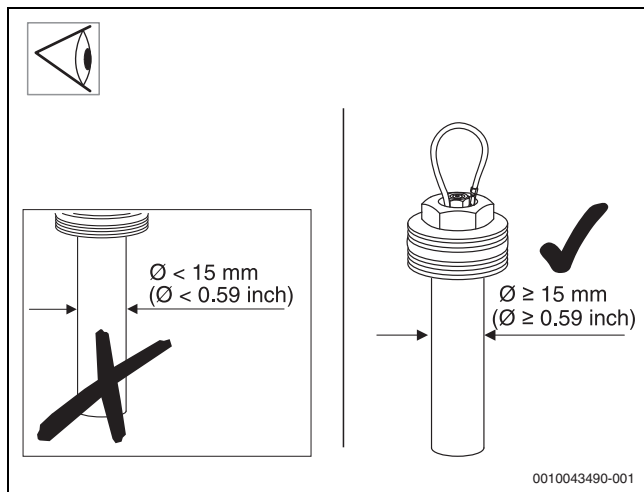

Bild 44
- ▶ Wenn der Durchmesser der Magnesiumanode weniger als 15 mm beträgt (→ Abb. 44), Anode austauschen.